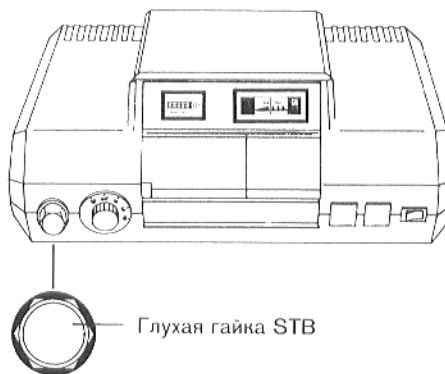

Рис. 3
- Для того, чтобы произвести деблокировку предохранительного теплового реле необходимо отвинтить глухую гайку у STB и вдавить находящуюся под ней кнопку для подавления помех (рис. 3).